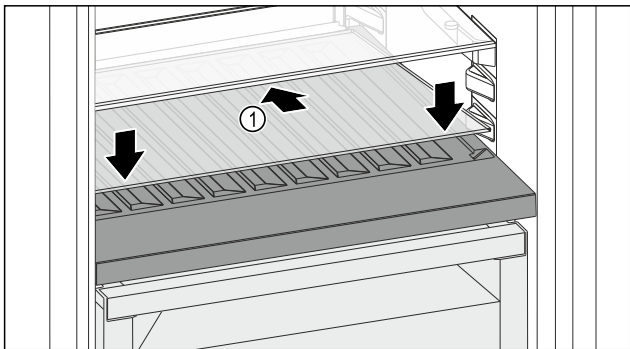

Fig. 216
- ▶ Вставте скляну полицю Fig. 216 (1) під кутом, нахиливши назад і донизу.
- ▶ Опустіть скляну полицю Fig. 216 (1) вперед.